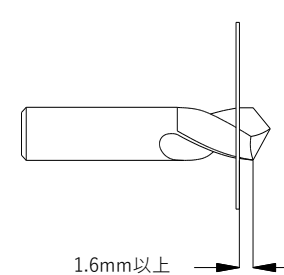

図10：ニードルの位置合わせ
- ニードルアセンブリをセンサーに取付け、クランプカラーが軽く緩められている状態で、センサーを前後に動かして、ニードルがツールまたは対象物に接触するように位置調整を行ってください。同時に、図10に示すように、ニードルが対象物の中心線を越えて伸びていることを確認してください。